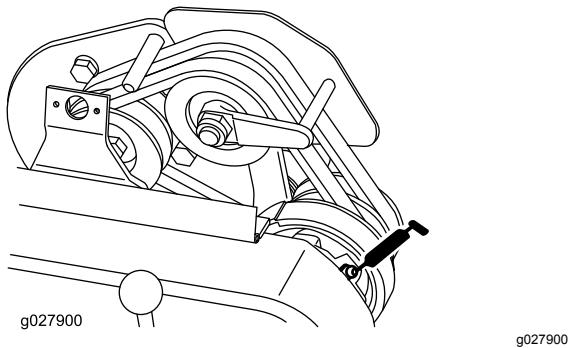

Figure 25
- 1 sur les pivots de la poulie de tension de courroie (Figure 25).